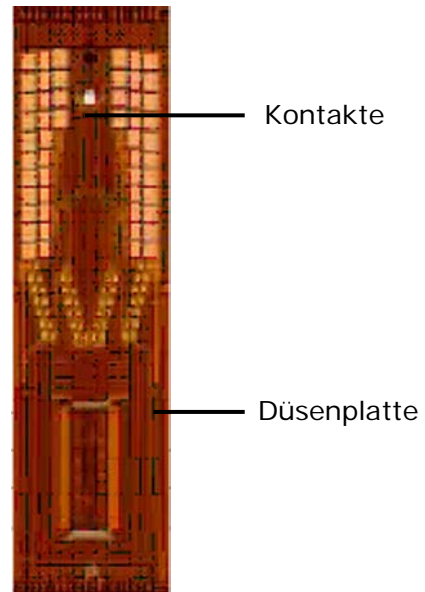

Abbildung 63: Düsenplatte und Kontakte
- Bringen Sie den Alkohol **nicht** in Kontakt mit der Düsenplatte (siehe Abbildung 63)!